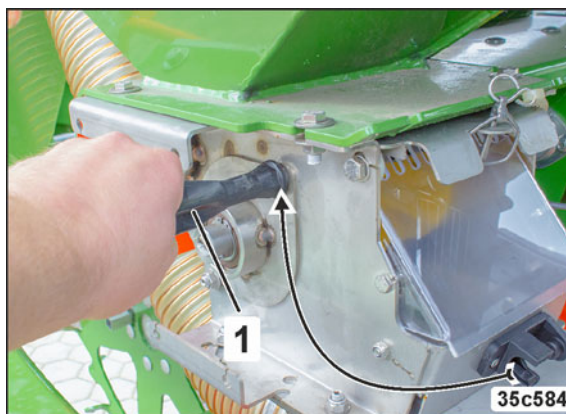

Рис. 190
3. Ослабьте две гайки с помощью инструмента из комплекта поставки (Рис. 190/1), но не откручивайте их полностью.